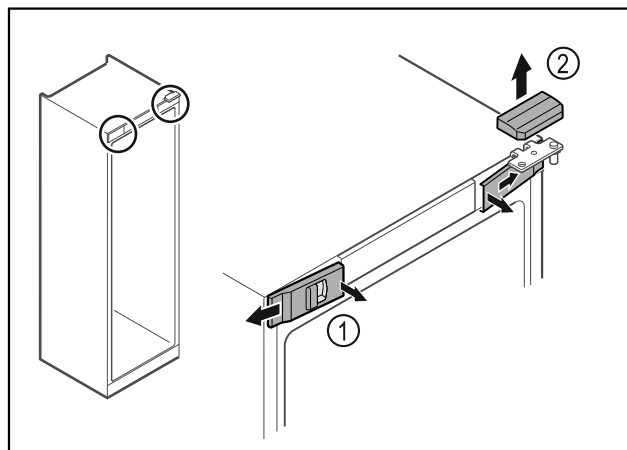

Fig. 14
- ▶ Klik de forreste indvendige afdækninger Fig. 14 (1) ud, og tag dem af i siden.
- ▶ Tag den øverste afdækning Fig. 14 (2) af opetter.